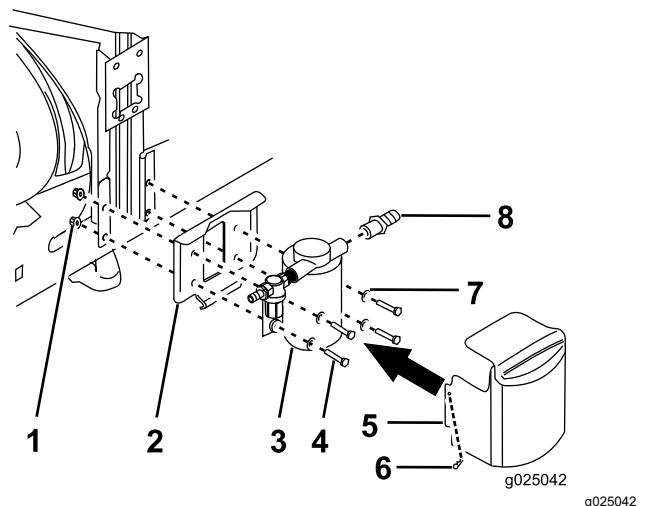

Figura 23
3. Fissate la pompa di lavaggio e la relativa staffa di montaggio al supporto della valvola (Figura 23) con i 4 bulloni (1/4 x 1-3/4 poll.), le 4 rondelle (1/4 poll.) e i 4 dadi flangiati scanalati (1/4 poll.).